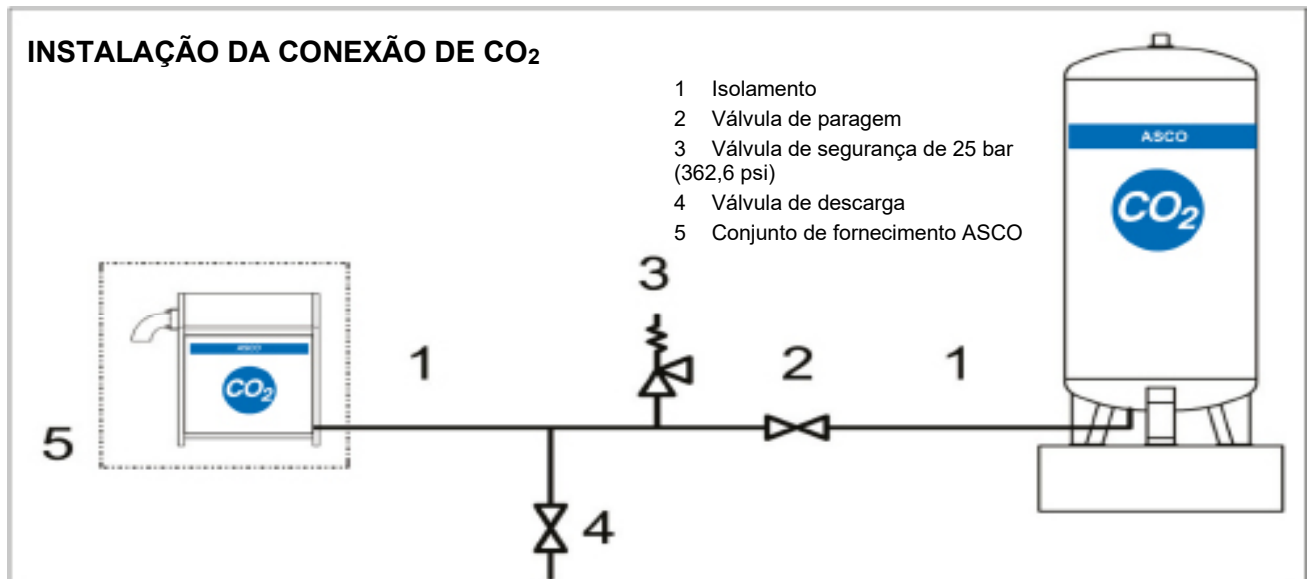

Fig. 14
- A ligação na peletizadora possui uma rosca interna de 1" (Fig. 14, Pos. 1).
- O tubo de escape tem uma ligação com uma rosca fêmea de 3" (Fig. 14, Pos. 3).